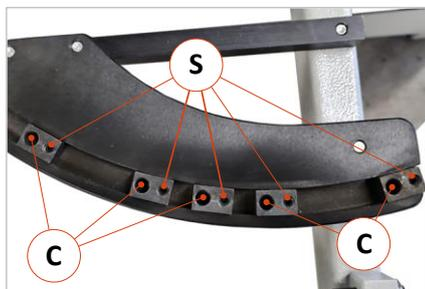

Abbildung 40: Rasterschablone (rechts)
- Klemmhebel (A) auf der entsprechenden Querschlitten-Seite und Klemmrad (B) am Längsanschlag lösen.
- Mit der Hinterseite des Lineals und mit dem Führungsbolzen (F) über Winkelskalen (J) den gewünschten Winkel einstellen und Klemmrad (B) festziehen. Klemmhebel (A) ebenfalls wieder festziehen.
Mit der Winkelrastvorrichtung lassen sich 5 geläufige Winkelgrade mechanisch hinterlegen. Sie kann auf der linken oder rechten Seite des Querschlittens verwendet werden. Die Rasterschablonen (links und rechts) sind, wie in ⇒ Abbildung 40 gezeigt, am Querschlittenrahmen verschraubt. Die Abtasteinheit mit dem Rastbolzen (R) wird via Nutenstein in die seitliche T-Nut des Längsanschlags eingeführt und mit Klemmrad (K) darin befestigt.
- Die Einstellung muss der Reihe nach erfolgen, beginnend mit dem äußeren oder inneren Rastpunkt (C).
- Die äußere Position rechts (siehe ⇒ Abbildung 40) empfiehlt sich beispielsweise für die 90° Position.
- Rastbolzen (R) in den ersten losen Rastpunkt einrasten lassen, und das Lineal via Winkelskala (J) auf den gewünschten Winkel stellen.
- Lineal abheben und die Winkelposition über Fixierschraube (S) fixieren.
- Diesen Vorgang der Reihe nach mit den verbleibenden 4 Rastpunkten (C) wiederholen.
- Zur Werkstückbearbeitung dann einfach den Rastbolzen (R) hochziehen, den jeweiligen Rastpunkt (C) anfahren und den Bolzen dort einrasten lassen, um eine der 5 hinterlegten Winkelpositionen einzustellen.